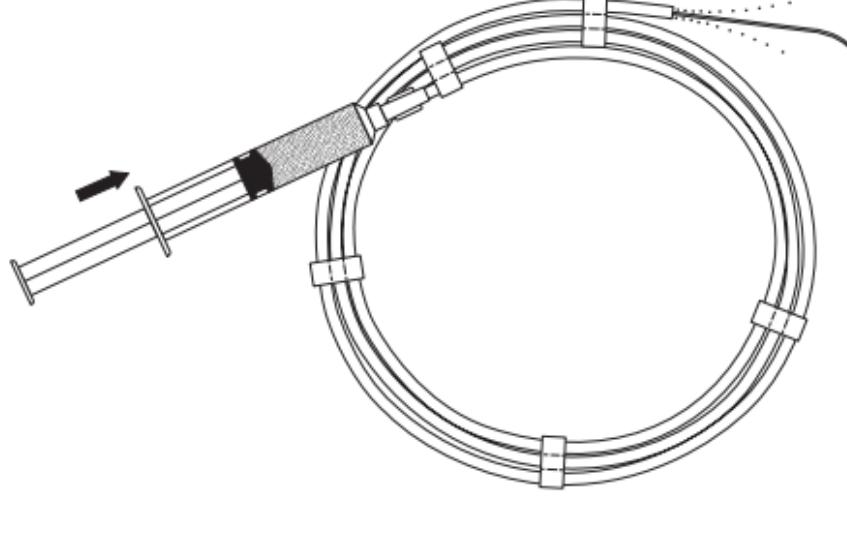

Fig. 1
2. Injecter suffisamment de sérum pour mouiller entièrement la surface du guide. (Fig. 1) Ceci active le revêtement AQ, et rend la surface du guide très glissante.